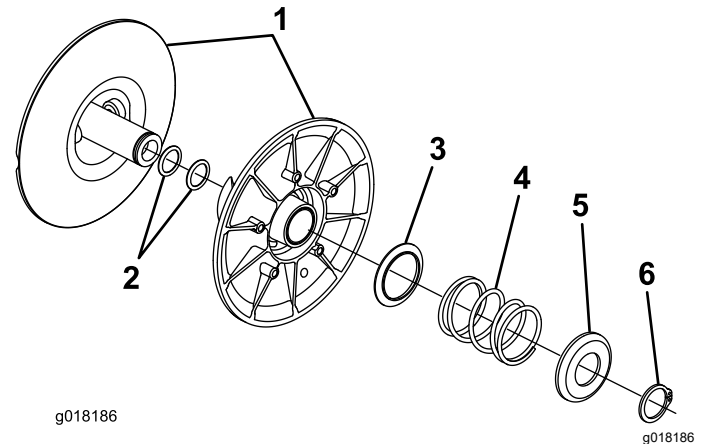

Figura 10
5. Retire el perno y la arandela escalonada que sujetan el embrague, y retire el embrague del transeje (Figura 10).
6. Invierta el embrague (Figura 10).
7. Usando la herramienta de compresión de muelles (TOR-6027), apriete el retenedor exterior y el muelle hacia dentro para aliviar la presión en el anillo de retención (Figura 10).
9. Separe las dos mitades del embrague (Figura 10).
10. Coloque el suplemento en el eje del embrague (Figura 10).